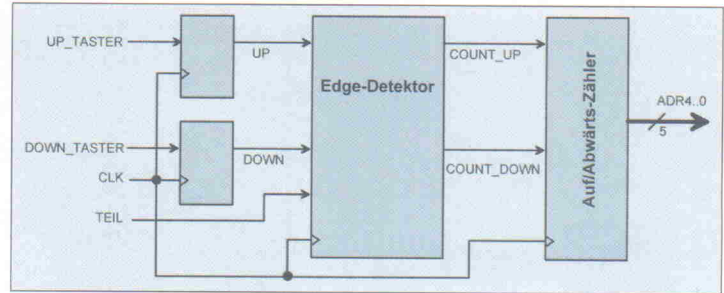

Bild 3. Blockschaltbild des Moduls FREQ_SEL.
Das Modul FREQ-SEL ist für die Wahl der Frequenzwerte innerhalb der ROM-Tabelle verantwortlich. Die Struktur dieses Moduls zeigt Bild 3. Ein 5 Bit breiter Zähler wird über die beiden Steuersignale COUNT_UP und COUNT_DOWN inkrementiert beziehungsweise de-
– Die Tasten werden angesichts der hohen Taktfrequenz von 4 MHz mit Sicherheit über einen längeren Zeitraum als eine Taktperiodendauer betätigt. Um das mehrmalige Triggern des Adreßzählers bei einer längeren Tastenbetätigung zu verhindern, wird eine spezielle Steuerung eingebaut. Sie detektiert die Betätigung der jeweiligen Taste und erzeugt unabhängig von der Betätigungslänge einen einmaligen Impuls von einer Taktperiodendauer. Diese Aufgabe übernimmt der Block 'Edge-Detektor' (Bild 3).